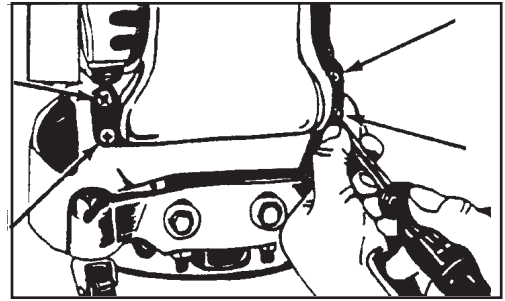

Figura 8
1. Saque los cuatro tornillos que sostienen el caño de escape al alojamiento. Consulte la figura 8.